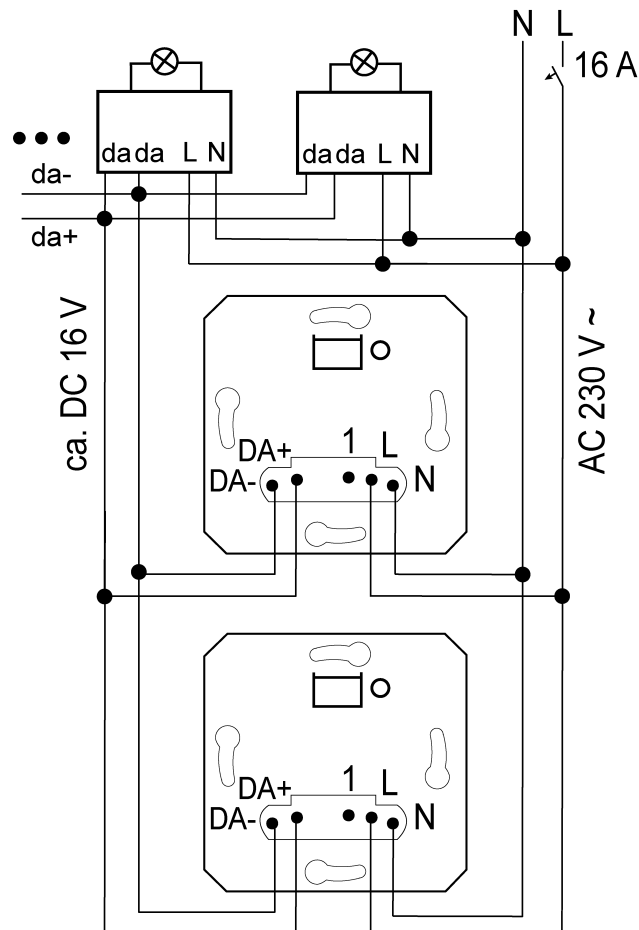

Bild 3: Parallellkoppla DALI-insatser
- Var noga med att polerna hamnar rätt när flera DALI-insatser parallellkopplas (Bild 3).